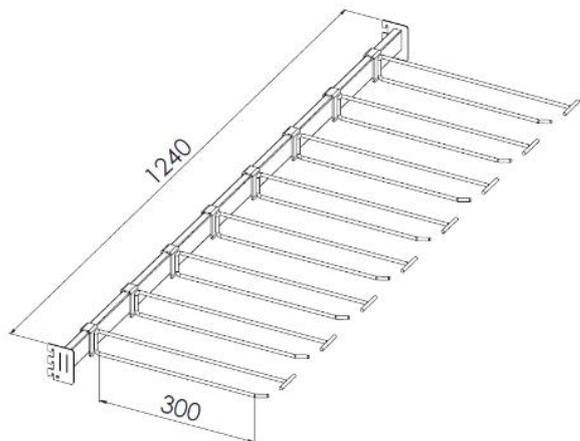
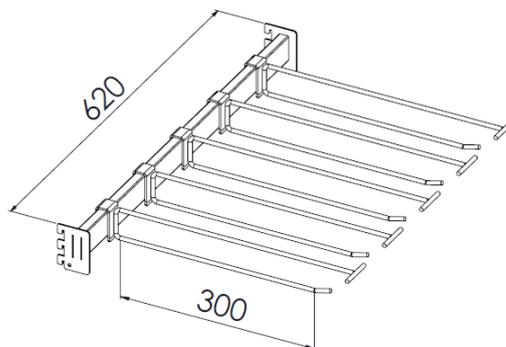

Figura 17: Barra 1240 mm com 8 ganchos
Figura 18: Barra 620 mm com 5 ganchos
- 4 - Os expositores verticais da linha Mercado permitem a utilização de barras e ganchos. Quando o cliente escolher por esta opção para expor os seus produtos encartelados, é preciso remover a(s) prateleira(s) que será (ão) substituída(s) pela(s) barra(s) e ganchos. Sugerimos distribuir 8 ganchos ao longo da barra 1240 mm, conforme Figura 17. Para a barra 620 mm sugerimos distribuir ao longo do seu comprimento 5 ganchos, conforme Figura 18. Lembrando que estas quantidades são uma sugestão, pois a quantidade ideal de ganchos irá depender do tamanho da embalagem da mercadoria a ser exposta.